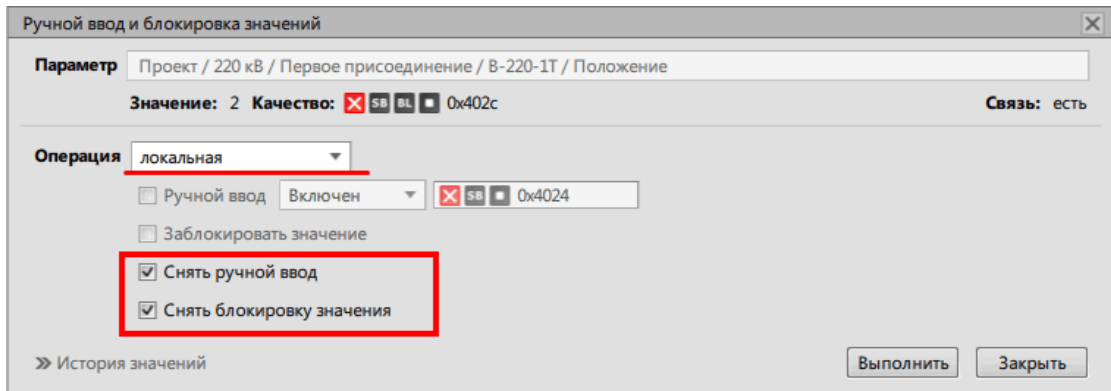
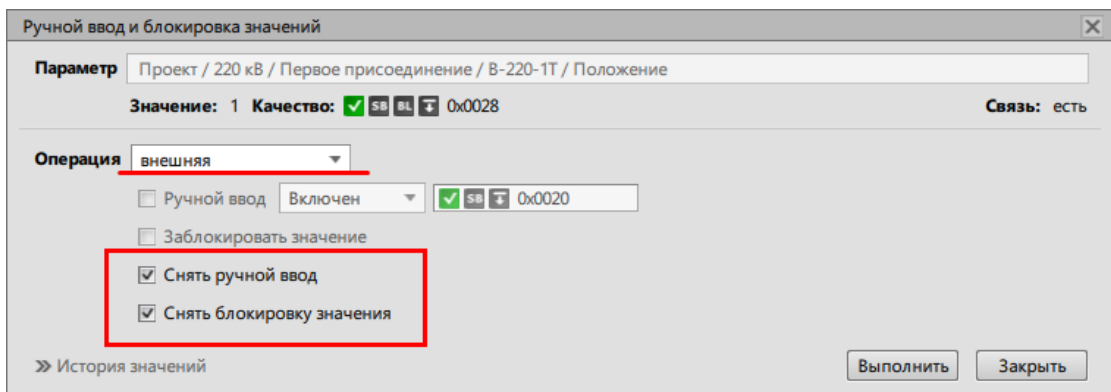

Рисунок 184 - Снять ручной ввод и блокировку у локальной операции
Рисунок 185 - Снять ручной ввод и блокировку у внешней операции
- Для локальной операции отметьте чекбоксы **Снять ручной ввод** и **Снять блокировку значений** (если была установлена блокировка) (Рисунок 184). Для внешней операции отметьте чекбоксы **Снять ручной ввод** и **Снять блокировку значений** (Рисунок 185).